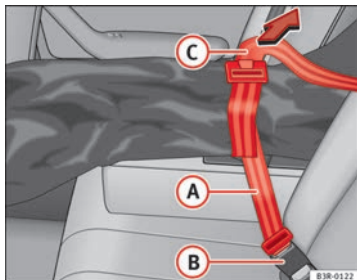

Abb. 129 Sicherung der Durchladeeinrichtung am Gurtverschluss
- Den Sicherungsgurt (A) ⇒ Abb. 129 des Sackes in das mittlere Gurtschloss (B) stecken.
- Ziehen Sie den Sicherungsgurt am freien Gurtende (C) straff.